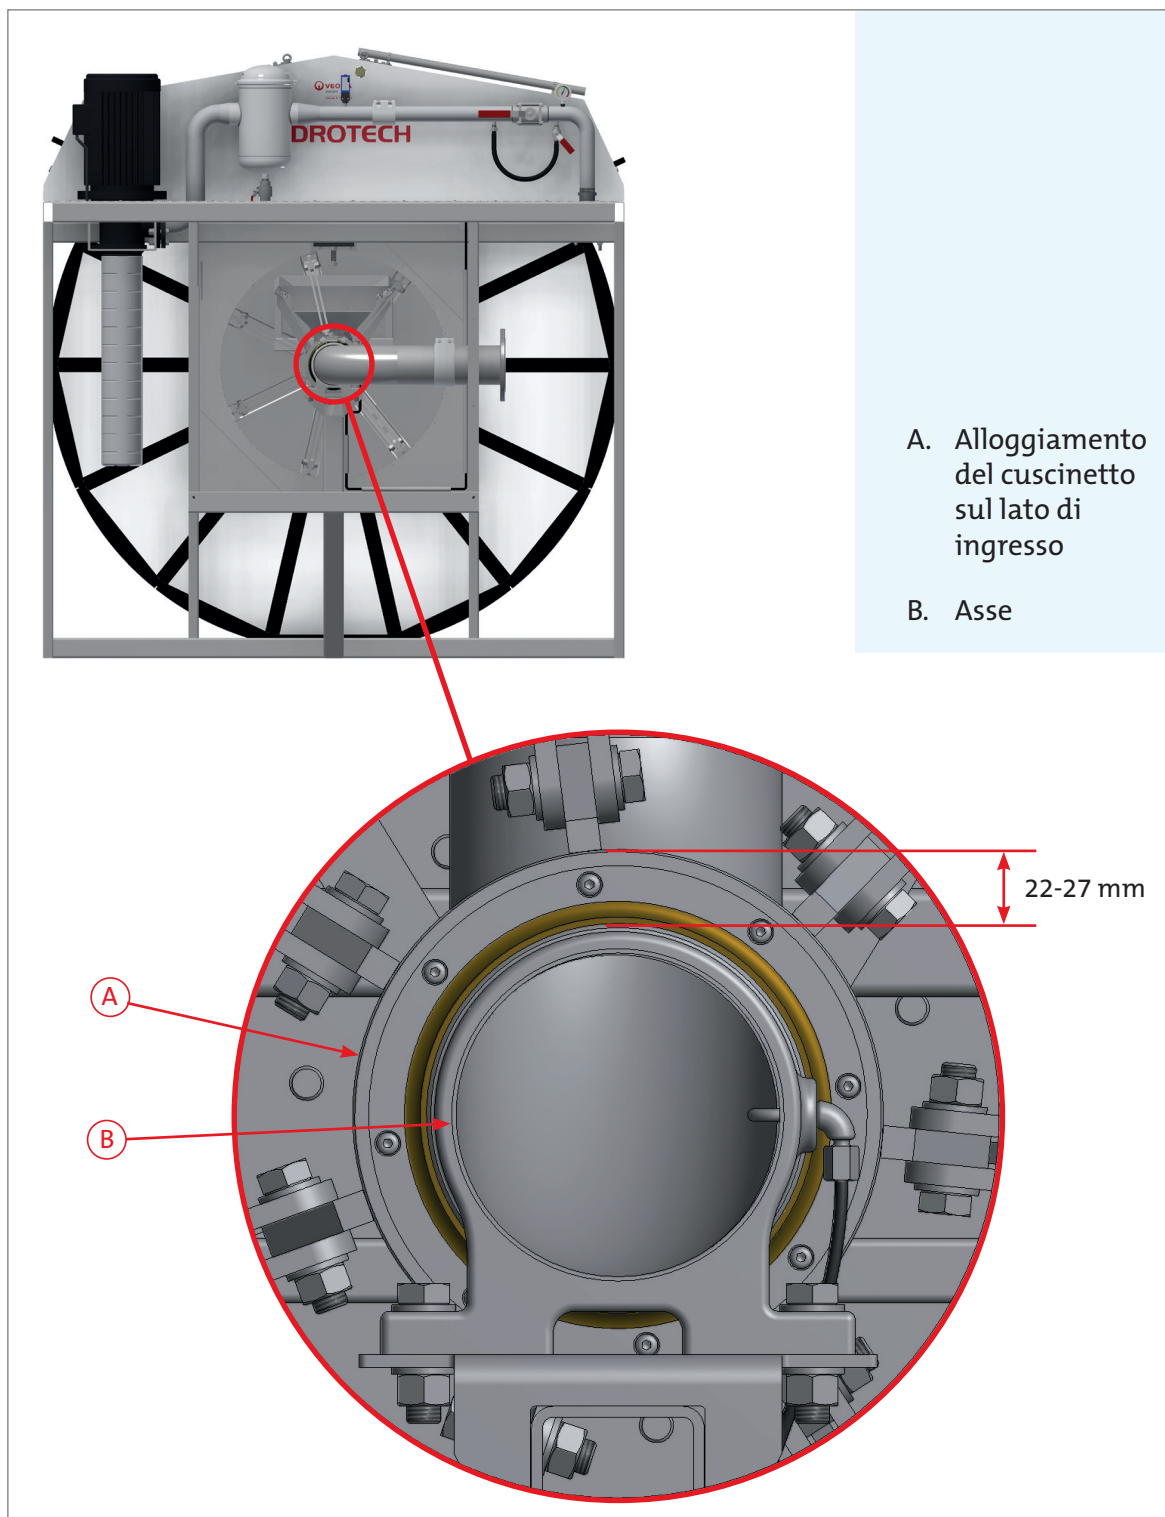

Figura 7.8 Alloggiamento del cuscinetto del tamburo sul lato di ingresso.
1. Portare l'interruttore principale nella posizione OFF (0) e bloccarlo con un lucchetto.
3. Controllare l'usura del cuscinetto del tamburo. Se la distanza tra alloggiamento (A) e asse (B) è inferiore a 22 mm (vedi Figura 7.8), è necessario sostituire il cuscinetto.